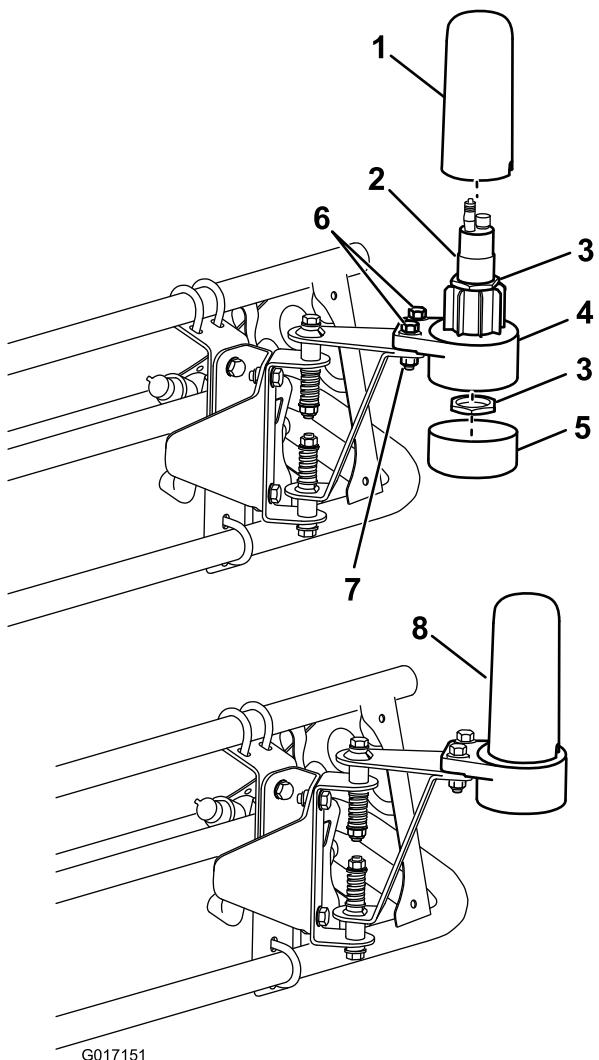

図 13
4. センサー取り付け用金具に下側センサーハウジングを取り付ける；ボルト (5/16 x 1/4 インチ) (2本) とロックナット (5/16 インチ) (2個) を使用する（図 13）。
6. 下側センサーハウジングにセンサーを差し込んでセンサーに付属している大きいナット(2個)で固定する(図 13)。
7. キャップチューブとカバーを取り付ける(図 13)。